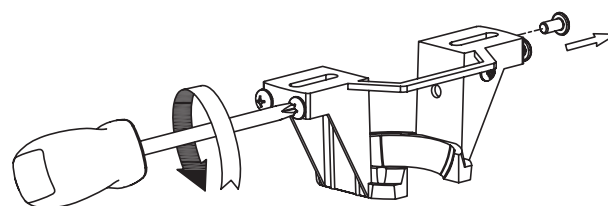

Figura 3
- ☐ 3. Introduzca los cables a través de la anilla ajustable del dosel y el capuchón de techo. (Figura 3)
1. Extraiga completamente un tornillo de cada lado del soporte de suspensión -- asegúrese de que es el tornillo a su derecha cuando se enfrenta -- guárdelos para volver a colocarlos en la página 36 o 37 **(Cómo instalar la carcasa de la cubierta)**. Afloje los otros dos tornillos que no fueron retirados. (Figura 3)